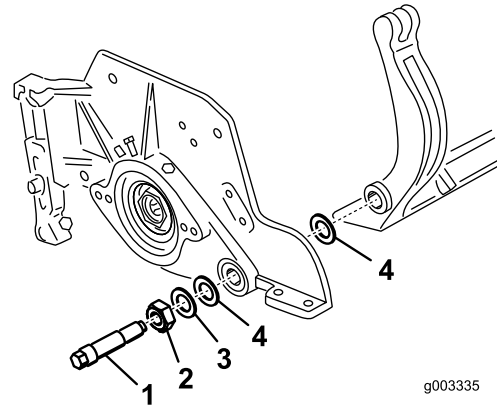

Figura 30
Guarde as duas anilhas de nylon e a anilha de aço de cada uma das extremidades da barra de apoio (Figura 30).
3. Coloque uma anilha de nylon de cada lado da placa lateral. Coloque uma anilha de aço no exterior de cada uma das anilhas de nylon (Figura 30).